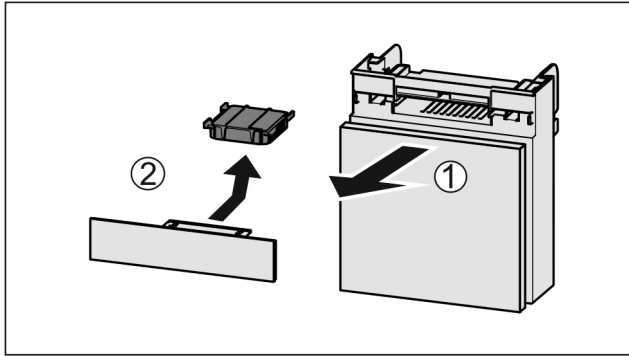

Fig. 140
- ▶ Lade vanaf de voorkant eruit trekken Fig. 140 (1).
- ▶ Actiefkoolfilter verwijderen Fig. 140 (2).